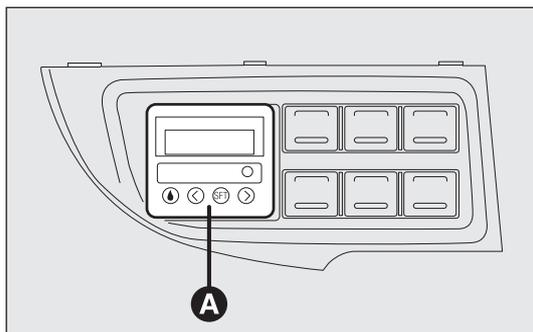

fig. 54
- un temporizador digital A-fig. 54 para programar la hora de encendido del calefactor o para la activación manual del mismo.